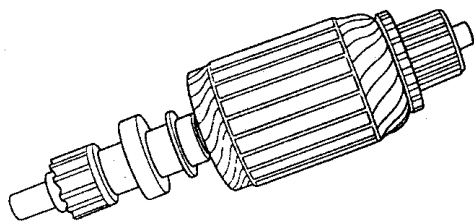

图 9-13 电枢检查
- 3) 如图 9-13 所示，检查电枢因接触永久磁铁而造成的磨损或损坏。如果出现磨损或损坏，则将电枢更换。